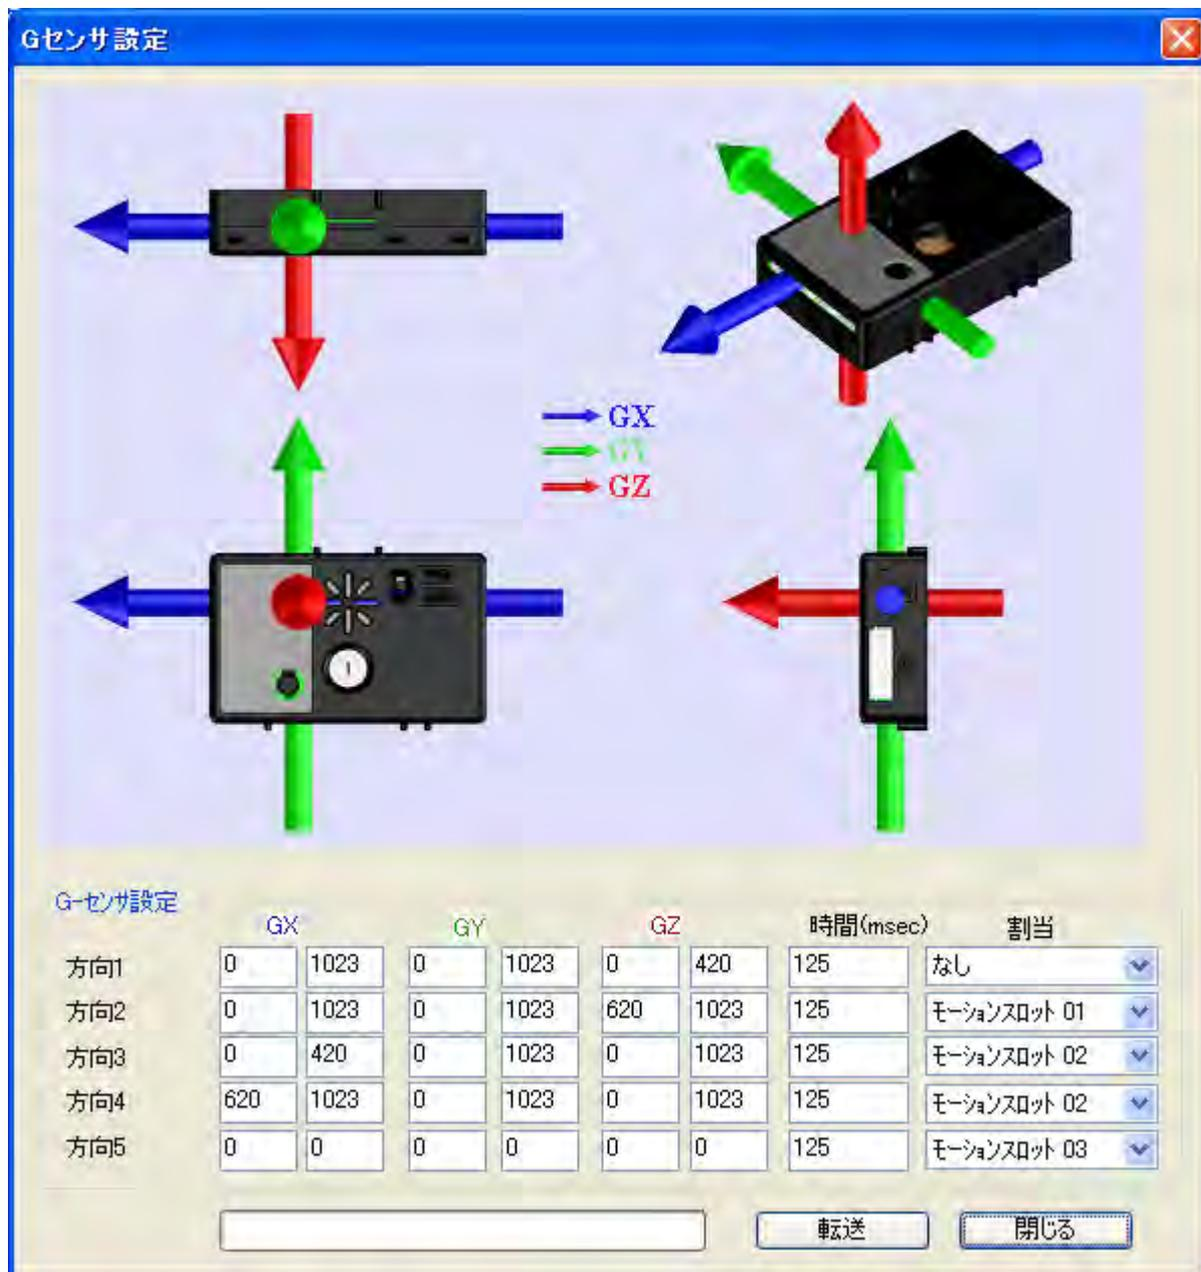

Fig. 15.2 G センサ設定画面
モーションエディタを起動後、メニューバーから【ウィンドウ (W)】 > 【G センサ (E)】を選択して、Fig. 15.2 の G センサ設定画面を開きます。